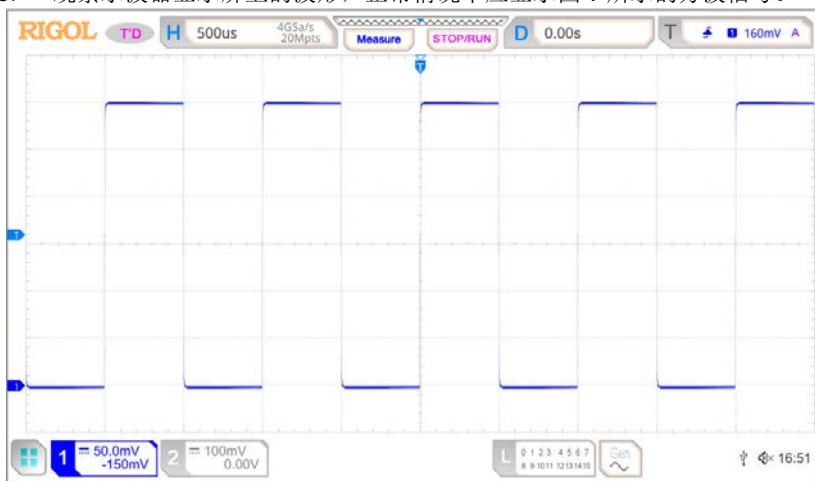

图 9 方波信号
5. 观察示波器显示屏上的波形，正常情况下应显示图 9 所示的方波信号。